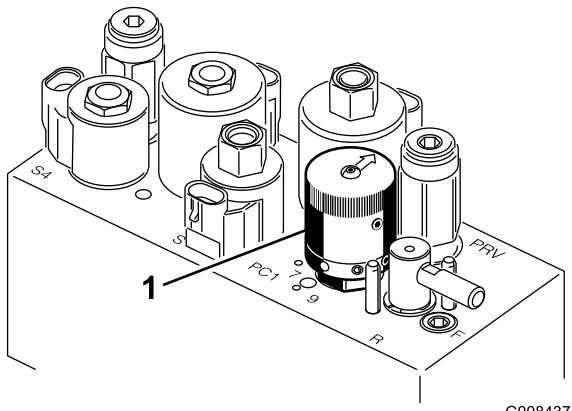

Figura 29
4. Para ajustar a velocidade dos cilindros, rode o manípulo (Figura 29) até que as setas indicadoras fiquem alinhadas com o número que designa o ajuste desejado.